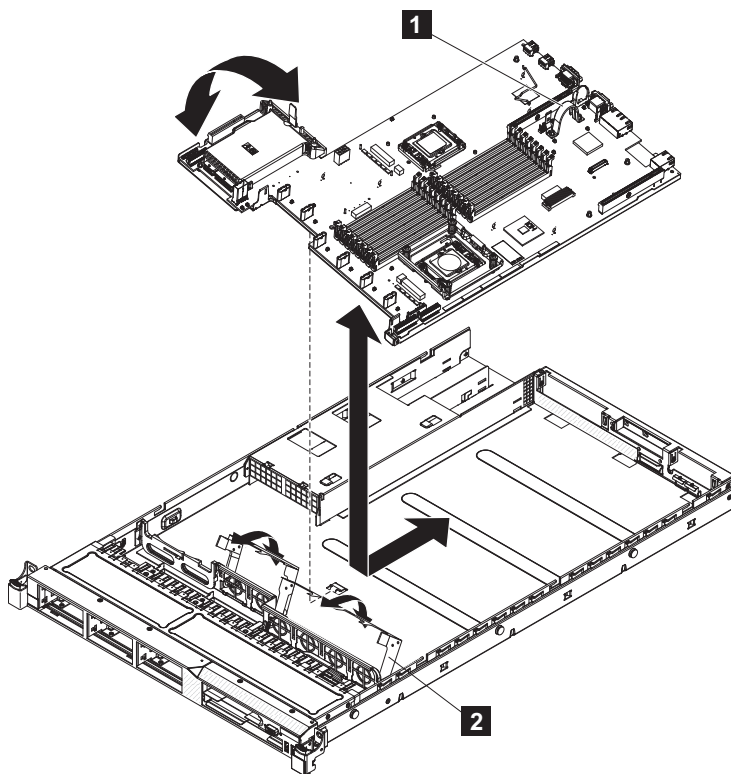

Figura 319. Removendo e substituindo a placa-mãe do SAN Volume Controller 2145-CG8 ou 2145-CF8
18. Segure a alavanca da placa-mãe (**1** em Figura 319 na página 398) e deslize a placa-mãe para fora da parte traseira do nó. Levante o lado da placa-mãe que está mais perto das unidades de fonte de alimentação levemente para que ela se desencaixe do pino do localizador; em seguida, deslize a placa-mãe levemente para a esquerda do nó, conforme mostrado em Figura 319 na página 398.